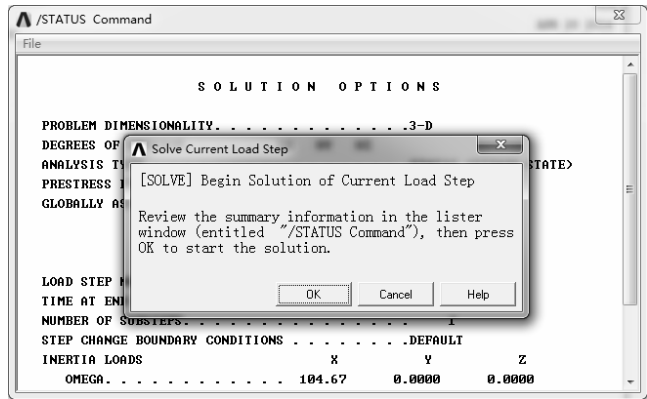

图 7-59 求解信息窗口
1) 选择“Main Menu>Solution>Solve>Current LS”命令，弹出图 7-59 所示的求解信息窗口，其中“/STATUS Command”窗口显示所要计算模型的求解信息和载荷步信息。